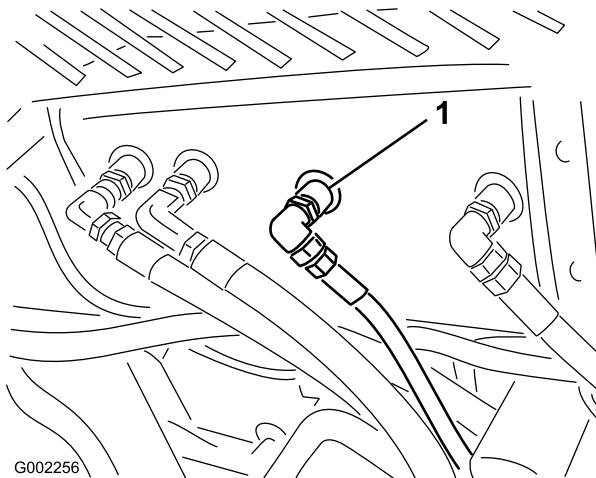

図 60
2. 油圧オイルタンクの底面についているホースのうちの1本の周辺をきれいに拭く（図 60）。
4. ホースのフィッティングをタンクから外してオイルを容器に受ける（図 60）。